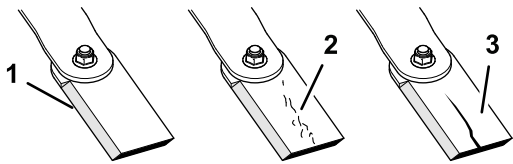

Figure 35
1. Examinez le tranchant des lames (Figure 35).
4. Si vous remarquez que la lame est usée ou fissurée, remplacez-la (Figure 35).